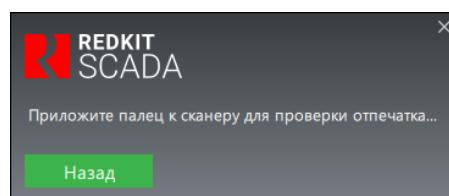

Рисунок 201 - Вход в Redkit с отпечатком
- Нажмите "Войти". Появится сообщение - Рисунок 201.